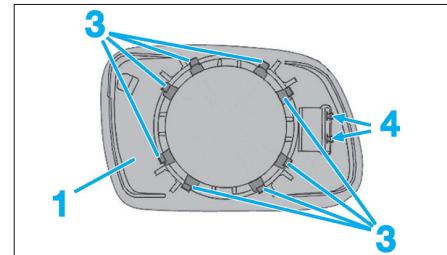

Fig. 103
- Passer l'outil [1] derrière la glace du rétroviseur extérieur (1) et déclipser les ergots de fixation (3) de la glace du rétoviseur extérieur (Fig.103).
- Dégager la glace du rétoviseur extérieur (3).
- Suivant équipement, débrancher les connexions électriques en (4).